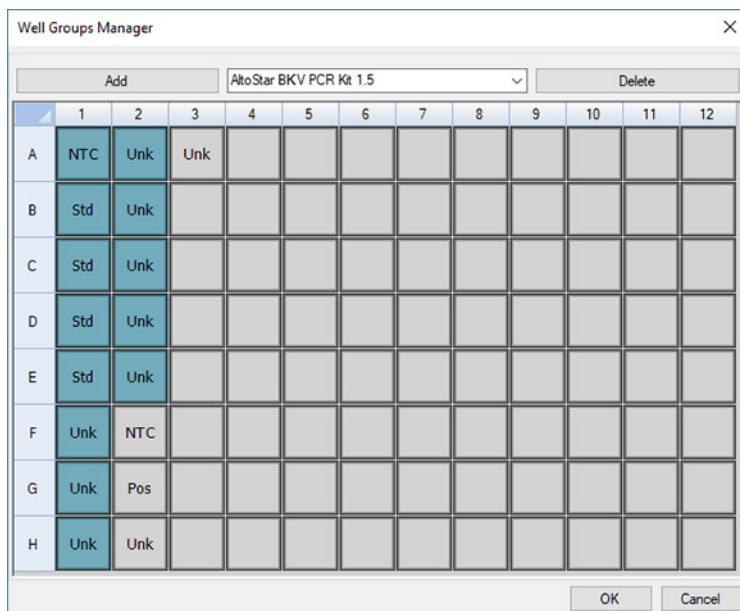

Abb. 2: Dialogfenster Well Groups Manager (Well-Gruppen-Manager)
2. Klicken Sie im Dialogfenster Plate Editor (Platten-Editor) auf **Well Groups...** (Well-Gruppen...) in der Menüleiste. Das Dialogfenster Well Groups Manager (Well-Gruppen-Manager) wird angezeigt (siehe Abbildung 2).
5. Wählen Sie alle Wells im Bereich der PCR-Platte aus, die zum ersten Assay gehören (siehe Abbildung 2). Die Wells, die zu einem bestimmten Assay gehören, lassen sich im Dialogfenster Plate Editor (Platten-Editor) anhand des Eintrags im Feld **Biological Set** (biologische Gruppe) ermitteln.